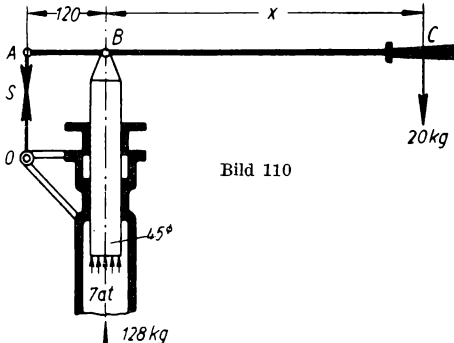

Bild 110
**250.** Die skizzierte Speisepumpe hat 45 mm Kolbendurchmesser (Bild 110) und wird durch die Kraft 20 kg eines Arbeiters am Handgriff  $C$  des Hebels betätigt. Der erzeugte Wasserdruck am Kolben soll 7 at betragen; die Reibung ist durch 15% Zuschlag zum Wasserdruck zu berücksichtigen. Gesucht wird die Kolbenkraft, die Zugkraft  $S$  im Schwinghebel  $AO$  und die erforderliche Hebel-länge  $x$ .